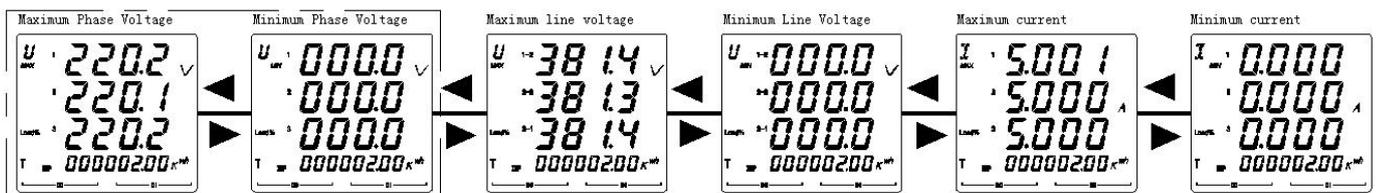

Figura 23
5.2.8 Vea los parámetros de valor extremo del AMC72L/96L como se muestra en la Figura 23.